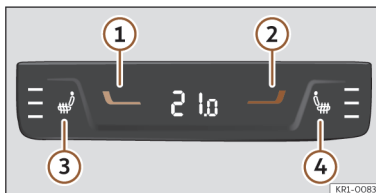

Fig. 104 Na parte traseira da consola central: comandos para os lugares traseiros.
- Pressione os botões ① e ② >>> **Fig. 104** para ajustar a temperatura da zona posterior.
- Pressionando as teclas ③ e ④ dos comandos dos lugares traseiros situados na parte traseira da consola central >>> **Fig. 104.**